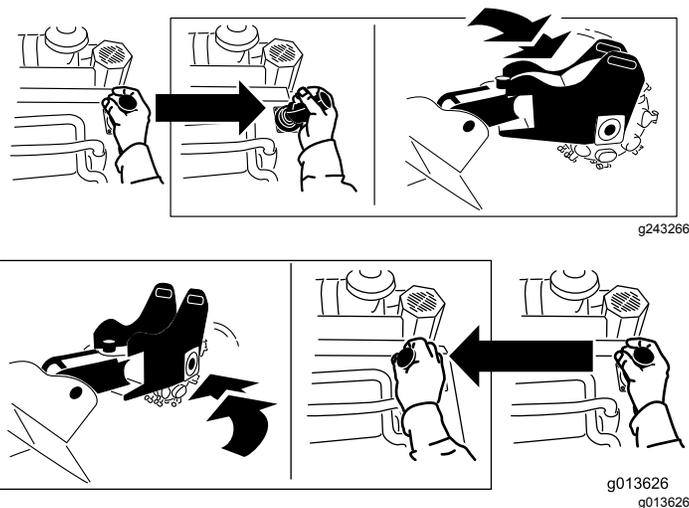

図 14
- グラインダを右または左に旋回させるには、レバーを希望する方向に動かします 図 14。